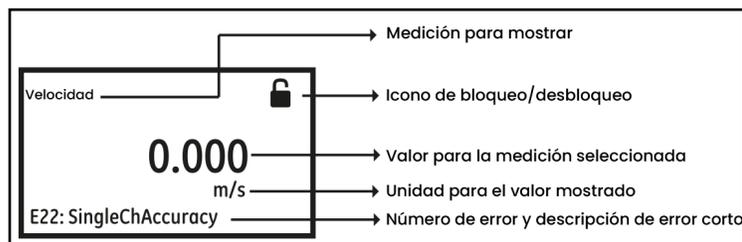

Figura 22: Vista de medición
Tras el encendido, si la *vista de medición* del medidor (consulte *Figura 22*) muestra un icono de bloqueo en la parte superior derecha de la pantalla, siga los siguientes pasos para desbloquear el medidor del modo de bloqueo del teclado.
- Por último, la *vista de medición* (consulte *Figura 22*)
Esta pantalla (Consulte *Figura 22*) se denominará "*Vista de medición*" a lo largo de este capítulo. El usuario puede elegir la medición que se mostrará en esta vista de una lista de opciones. El indicador de error situado en la parte inferior izquierda de la pantalla estará en blanco si el medidor no tiene ningún error.